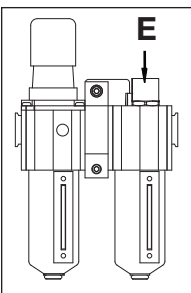

Figura 6
La vite di regolazione (E) è regolata in fabbrica completamente in senso orario, in modo che non passi olio per lubrificare il sistema. Per effettuare la regolazione iniziale, aprire l'arrivo dell'aria e fare iniziare il passaggio verso il sistema. Girare la vite per regolare il gocciolamento dell'olio. Girando la vite in senso antiorario il ritmo di gocciolamento aumenta (vedere la Figura 6). Inizialmente il ritmo di gocciolamento deve essere regolato ad una o due gocce al minuto e quindi fare la regolazione più fine dopo che il sistema ha raggiunto la temperatura normale di funzionamento.
Tirare la manopola diritto verso l'alto per sbloccare. La manopola di regolazione deve essere girata in senso orario per aumentare ed in senso antiorario per diminuire la regolazione della pressione di uscita (vedere la Figura 6).